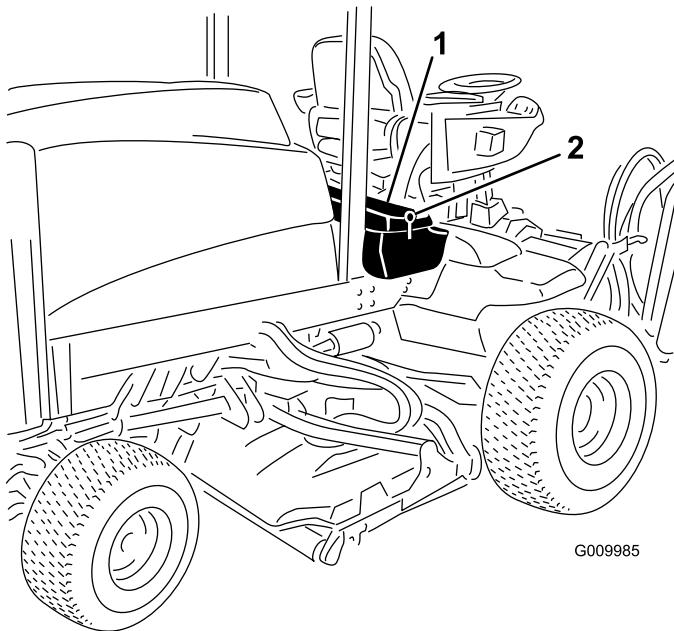
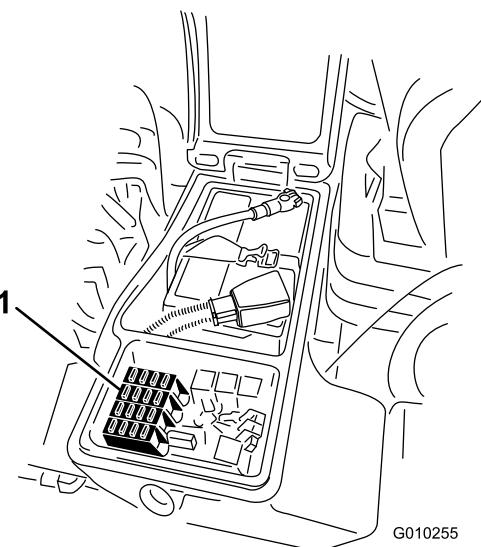

Figure 51
Figure 52
- Ouvrez le verrou du couvercle du bac de rangement droit et soulevez le couvercle (Figure 51) pour exposer le porte-fusibles (Figure 52).
- Remplacez le(s) fusible(s) dans les emplacements libres selon les besoins (Figure 52).
- Refermez le couvercle du bac de rangement droit et fixez-le avec le verrou (Figure 51).